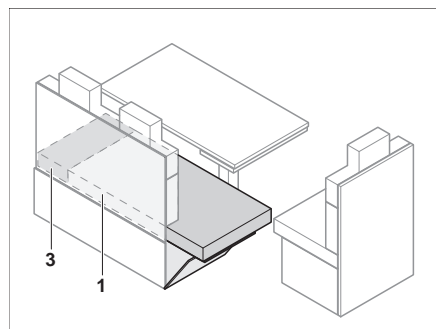

Bild 115 Efter förstoringen
- Dra sittdynorna (Bild 115,1) på sittbänksförlängningen.
- Skjut in extradynan (Bild 115,3) mellan sittdynorna (Bild 115,1) och ytterväggen.